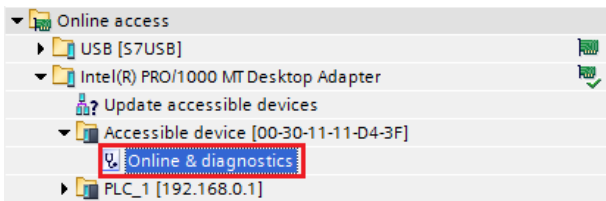

Figura 83 – Acesso aos parâmetros de configuração
2. O Transmissor é localizado com o nome *Accessible device [Mac Address]*, onde [MAC Address] é o endereço MAC da interface Fieldbus, que pode ser encontrado tanto no AlfaWebMonitor (conforme 1 da Figura 78), ou no próprio corpo do Transmissor 2711, identificado por “MAC FIELDBUS”. Selecione o modo “Online & diagnostics” para acessar os parâmetros **Figura 83**;